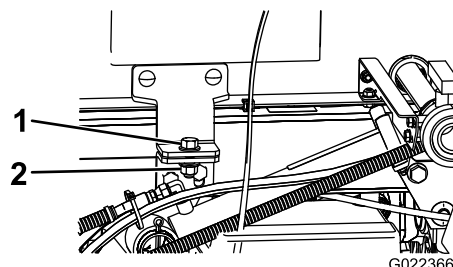

Bild 87
4. Entfernen Sie die Sicherungsschrauben vorne am Gestell (Bild 87).